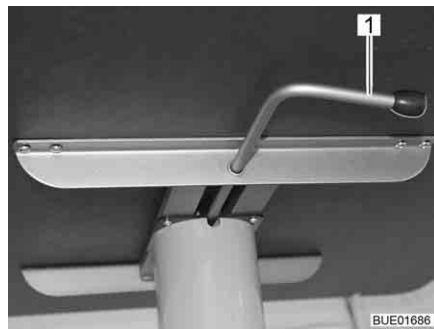

Bild 73 Hubtisch
- Den Verriegelungshebel (Bild 73,1) nach links schwenken. Die Verriegelung des Hubmechanismus ist offen.
- Den Verriegelungshebel (Bild 73,1) nach rechts schwenken (Bild 73). Der Hubmechanismus ist verriegelt.
- Den Verriegelungshebel (Bild 73,1) nach links schwenken. Die Verriegelung des Hubmechanismus ist offen. Die Tischplatte fährt bis zum Anschlag nach oben.
- Den Verriegelungshebel nach rechts schwenken (Bild 73). Der Hubmechanismus ist verriegelt.